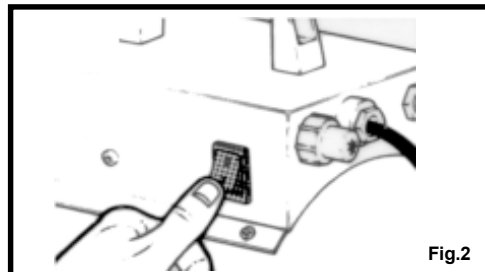

Fig.2
2. Actionner le ventilateur par l'interrupteur à touche blanche (voir figure 2)
2. Den Ventilator durch Schalter mit weisser Taste betätigen (siehe Abb. 2).